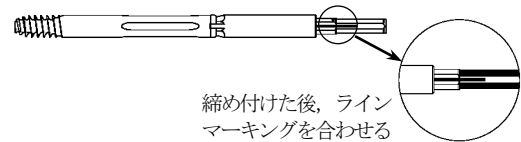

図15-1
- 13) ラグスクリュー後端にラグスクリュー用インサータを取り付けます。ラグスクリュー用インサータは締め付けた後、ラインマーキングを合わせて下さい。(図15-1)